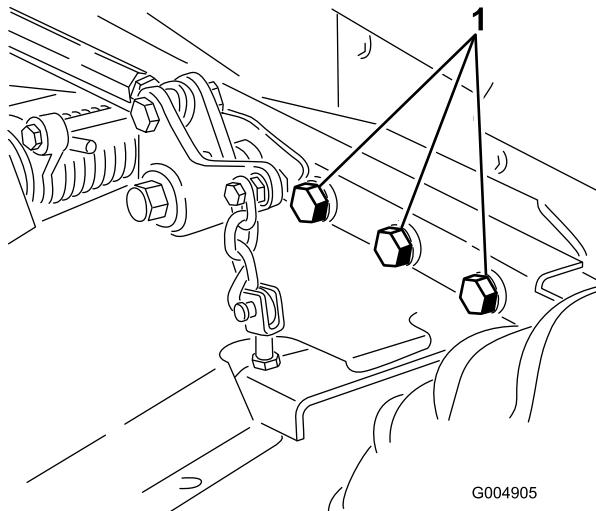

Figura 66
4. Verifique todos os dispositivos de fixação para ver se estão soltos e aperte-os conforme necessário. Aperte especialmente os 6 parafusos que prendem a estrutura da plataforma do cortador à unidade de tracção (Figura 66) com 359 Nm.